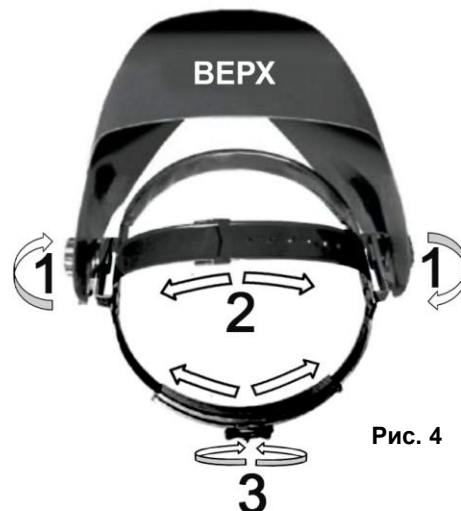

Рис. 4
- Регулировочная рукоятка оголовья (3)(См. Рис.4) должна смотреть в противоположную от щитка сторону. Правильно собранный щиток четко фиксируется на голове в двух положениях: «открыт» и «закрыт».
- Вращением гайки-фиксатора (1)(См. Рис.4) регулируется угол наклона маски.
- Диаметр охвата головы регулируется вращением рукоятки (3)(См. Рис.4), на которую нужно нажимать при регулировке.
- Глубина посадки на маски голове регулируется перестановкой одной части пластикового ремня (2)(См. Рис.4), относительно другой на фиксирующих штифтах.